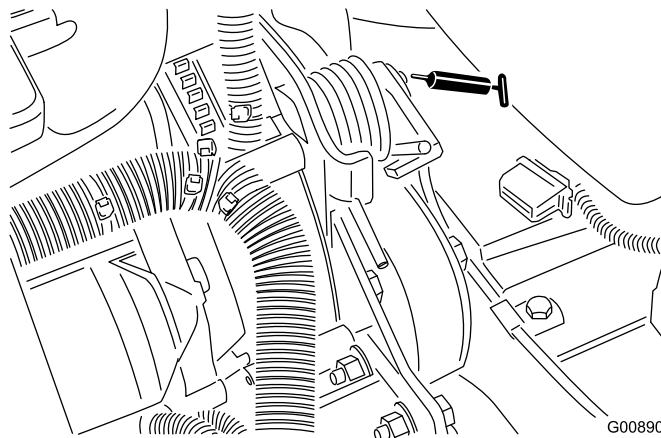

**Figure 50**
- Sélecteur de tonte/transport (Figure 50)